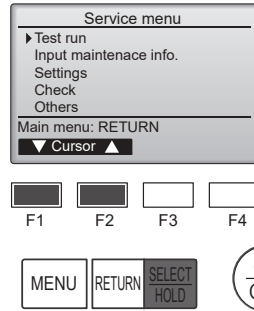

Fig. 7-3
- ③ Seleccione "Test run" (Modo prueba) con el botón [F1] o [F2], y pulse el botón [SELECT/HOLD] (SELECCIONAR/MANTENER). (Fig. 7-3)